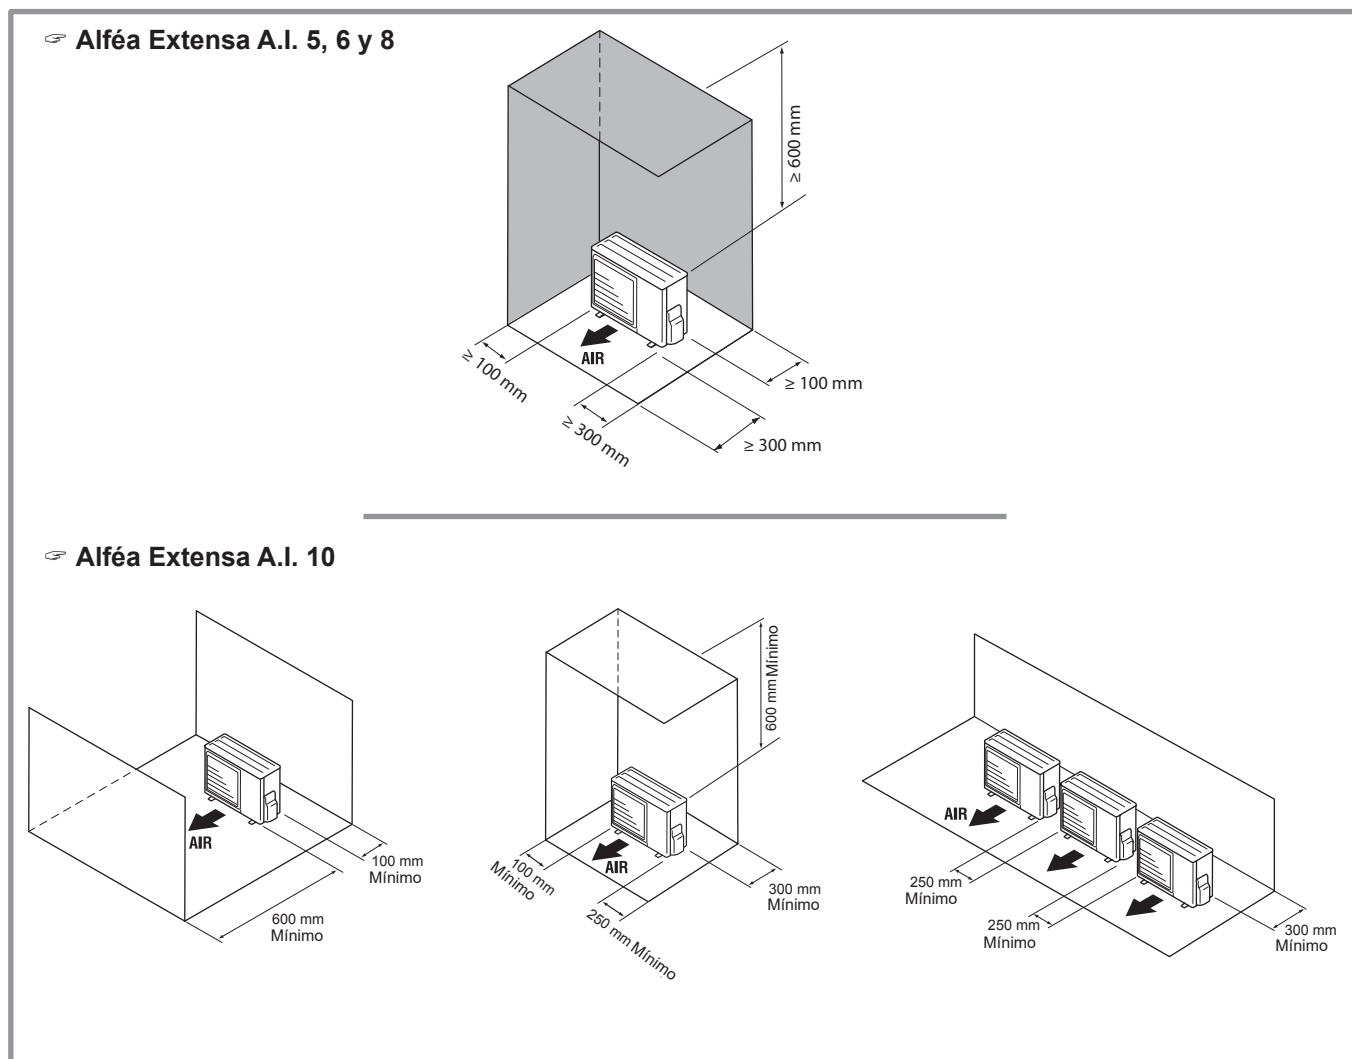

figura 15 - Distancias mínimas de instalación alrededor de la unidad exterior
- ☞ **La unidad exterior debe instalarse exclusivamente en el exterior (fuera). Si se precisa una protección, ésta debe tener amplias aberturas en las 4 caras y debe respetar las distancias de instalación (figura 15).**
- El aparato debe estar perfectamente accesible para los trabajos posteriores de instalación y mantenimiento (figura 15).
- Ningún obstáculo debe impedir la circulación del aire a través del evaporador ni la salida del ventilador (figura 15).